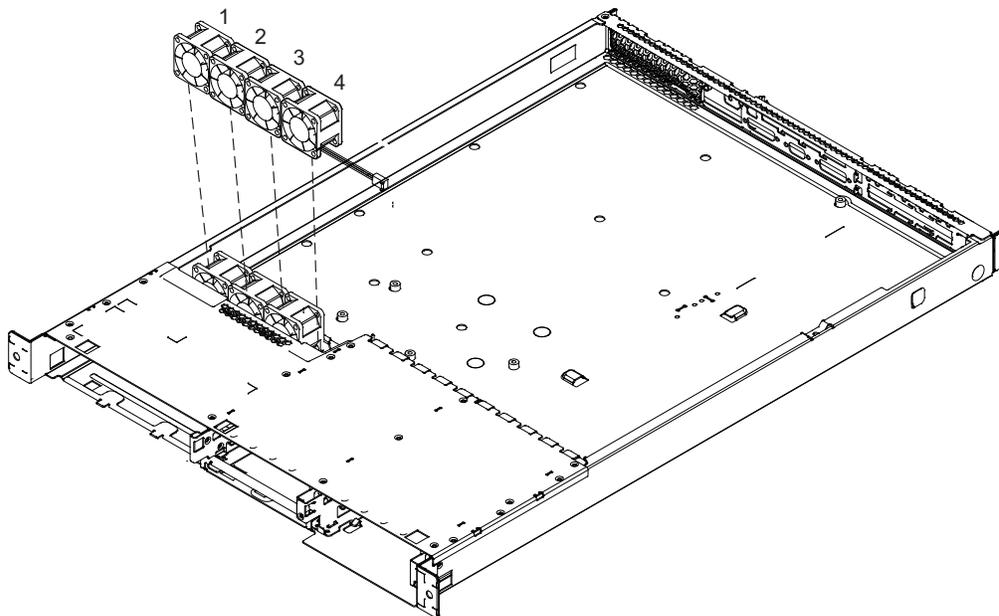

図 99. マイクロプロセッサ・ファンの取り外し
4. 図 99 を参照してください。
6. ファンには、左から右に 1 から 4 の番号が付いています。図 99 を参照してください。ファンを保持クリップから上方向に持ち上げます。